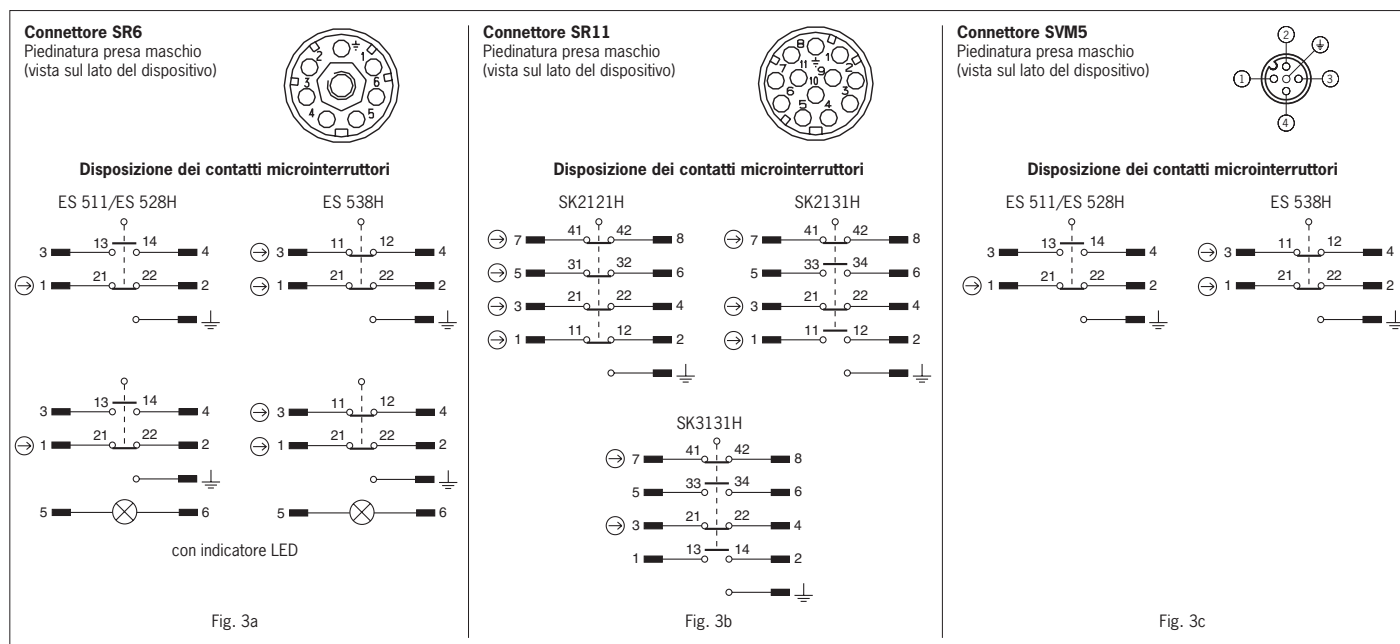

Fig. 7: Microinterruttori e collegamenti
3. Collegare e serrare i morsetti con una coppia di 0,5 Nm (1 Nm con ES511) (Disposizione dei contatti vedere Fig. 7).